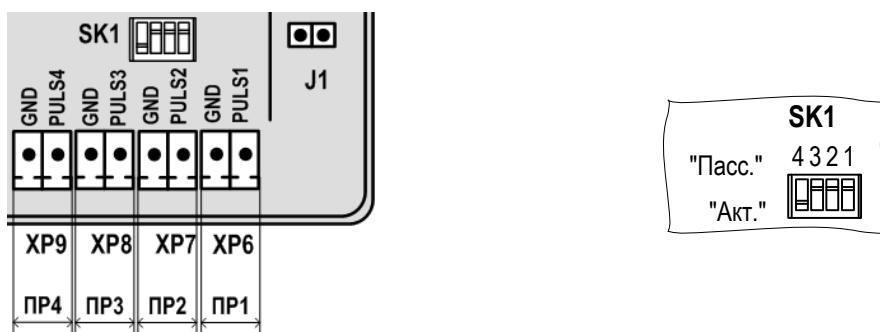

Рис.13. Маркировка коммутационных элементов подключения ПР1-ПР4.
6.5.1.1. Входы каналов расхода 1...4 предназначены для подключения датчиков расхода с выходным частотным либо импульсным сигналом. Маркировка коммутационных элементов для подключения ПР1-ПР4 показана на рис.13.